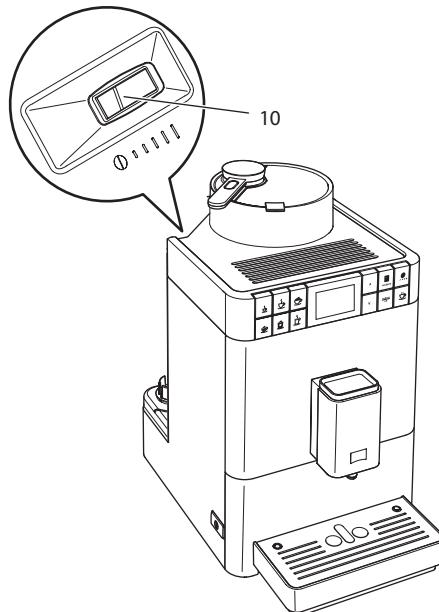

Fig. 18: Leva per la regolazione del grado di macinazione
2. Spostare la leva verso sinistra o verso destra, come illustrato nella Fig. 18.